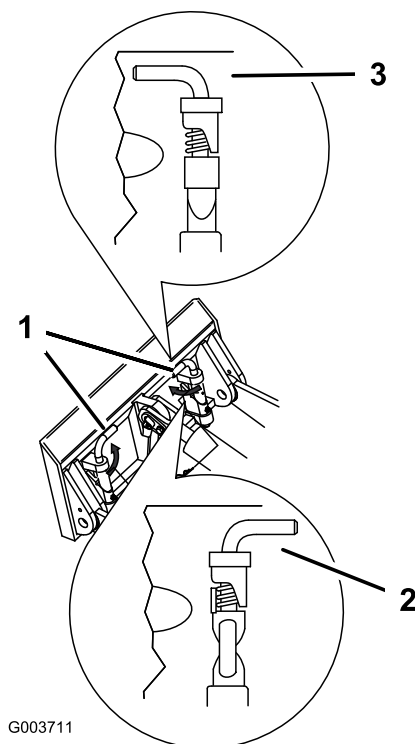

Figura 26
7. Inserite i perni ad attacco rapido, verificando che siano completamente inseriti nella piastra di appoggio (Figura 26).